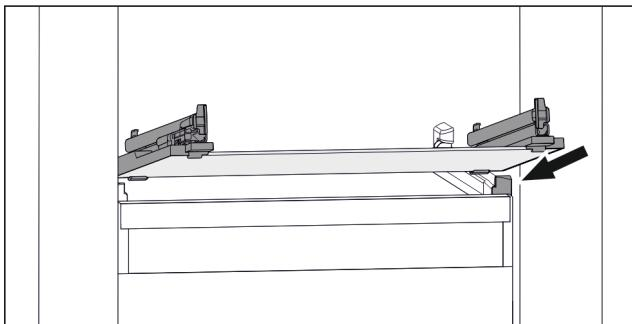

Fig. 156 Примерно изображение на стъклената плоча
- ▶ Поставете стъклената плоча под ъгъл зад ограничителите. (виж Fig. 156)